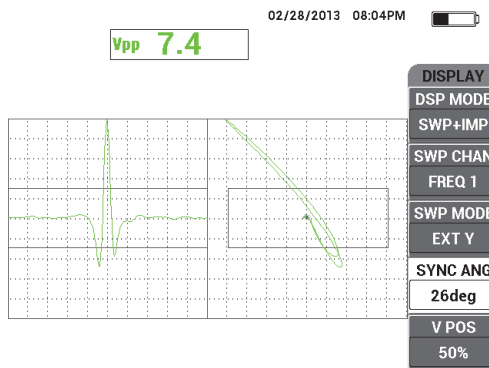

Abbildung 5-67 Einstellen von SYNC WINKL
9. Drücken Sie die Menütaste DISP (□) und drücken Sie die Funktionstaste D, um **SYNC WINKL** einzustellen und das Nuttsignal in der Y/T-Darstellung zu zentrieren (siehe Abbildung 5-67 auf Seite 189).